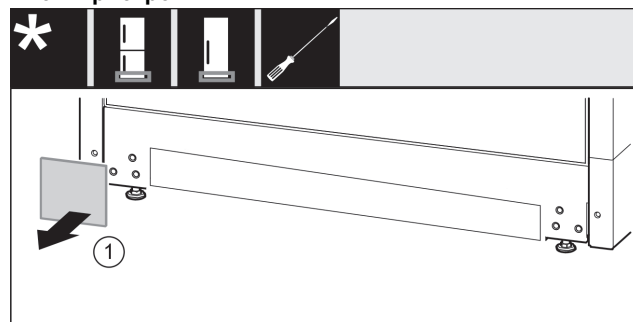

Fig. 12
- ▶ Зніміть кришку. Fig. 12 (1)